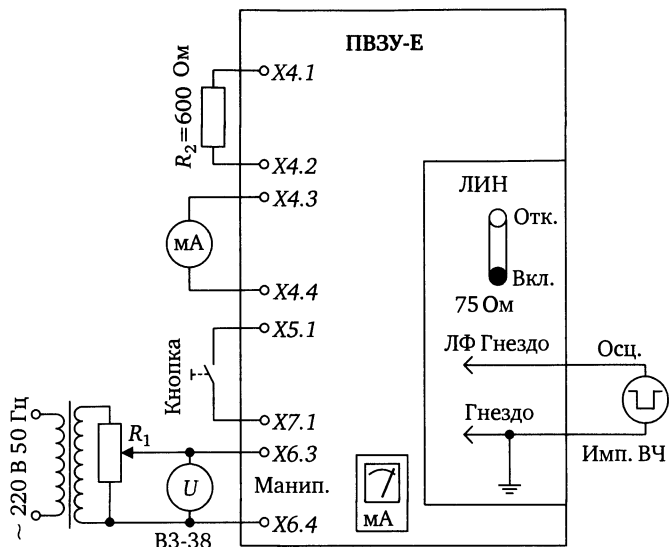

Рис. 3.6
**Снятие манипуляционной характеристики.** Для этого необходимо собрать схему проверки в соответствии с рис. 3.6.
Регулировку чувствительности манипуляции произвести резистором  $R$  (рис. 3.6).